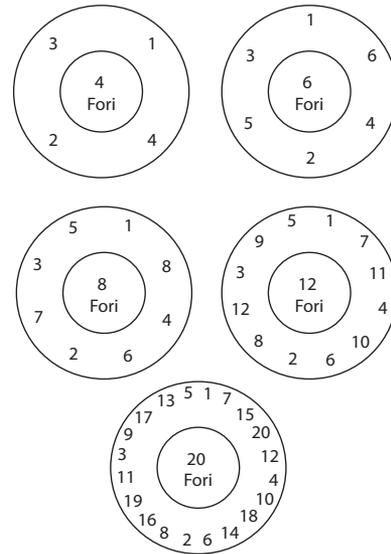

Figura 39: Modelli di serraggio dei bulloni
- 16. Applicare una piccola quantità di lubrificante sulla superficie di appoggio della rondella elastica del mandrino (15).
- 17. Posizionare il gruppo molla sul mandrino (15).
- 18. Inserire una nuova guarnizione del bonnet (12) nella base (1) prima di installare il bonnet (11). Serrare uniformemente le viti prigioniere (14), utilizzando l'apposito schema di serraggio dei bulloni (vedere Figura 39). Determinare la coppia di serraggio necessaria per la valvola in questione (vedere Tabella 11). Determinare i valori di coppia per ogni giro del modello (vedere Tabella 11). L'ultimo giro assicura che tutte le viti prigioniere siano alla coppia richiesta.
- 19. Con il controdado della vite di regolazione (20) montato vicino alla parte superiore della vite di regolazione (19), applicare una piccola quantità di lubrificante all'estremità sferica e alle filettature della vite di regolazione.
- 20. Infilare la vite di regolazione (19) nel bonnet (11) fino al contatto con la rondella elastica (17).